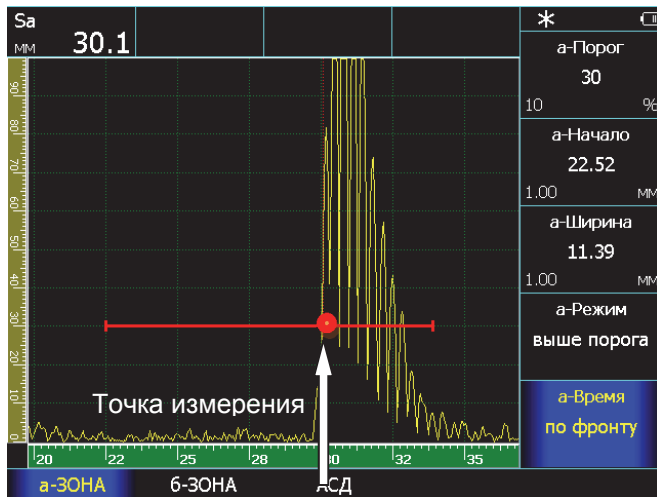

Рис.3-3 Измерение времени прихода сигнала 'по фронту'
- время, соответствующее первой точке пересечения фронта сигнала с порогом зоны контроля (режим – «**по фронту**», рис. 3.3)